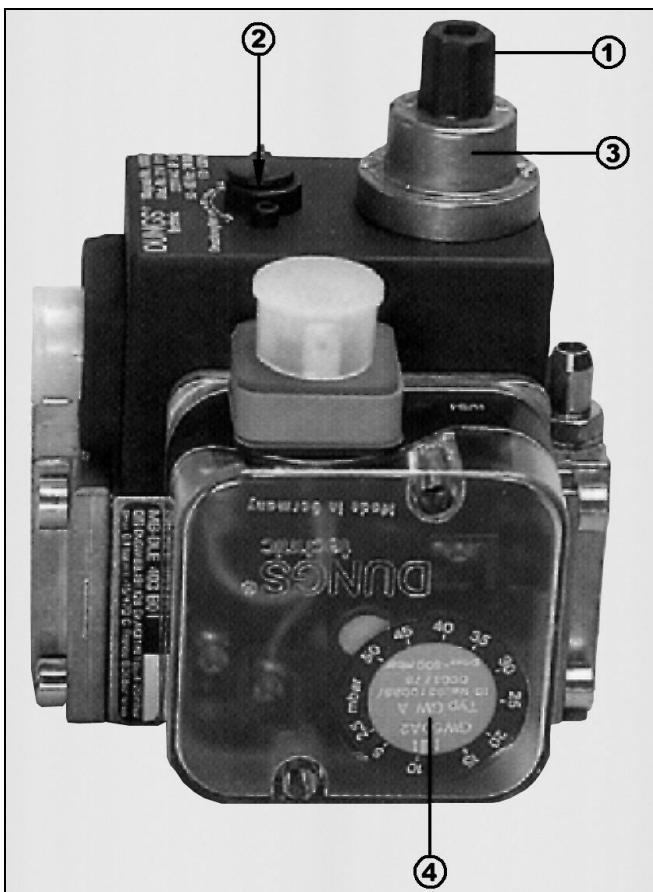

Рис. 5: Газовая арматура одноступенчатая
1. Закрыть шаровой кран, открыть измерительные штуцеры Рe и Ра (см. Рис. 5).
Необходимо соблюдать следующие требования при установке объёма газа на газовой арматуре (см. Рис. 5):
- 2. Магнитный клапан Класс А, медленное открытие, быстрое закрытие, с возможностью настройки пускового и основного количества газа (Газовая арматура одноступенчатая, Рис. 5)